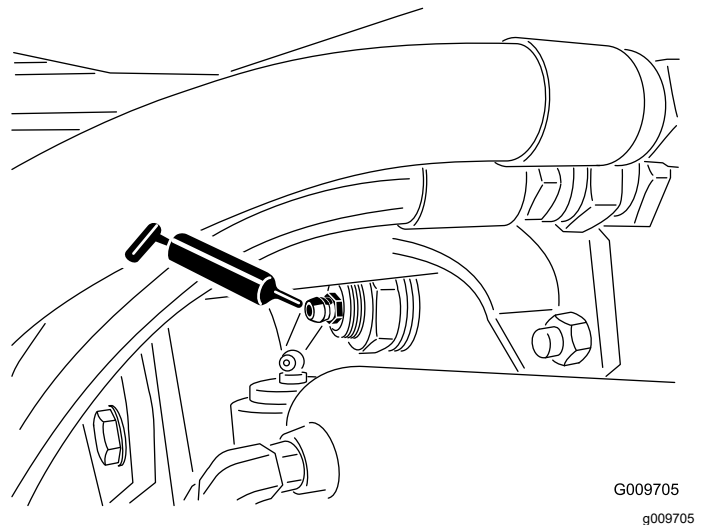

Bild 37
- Hinterachsen-Drehbüchsen (2), wie in Bild 37 abgebildet